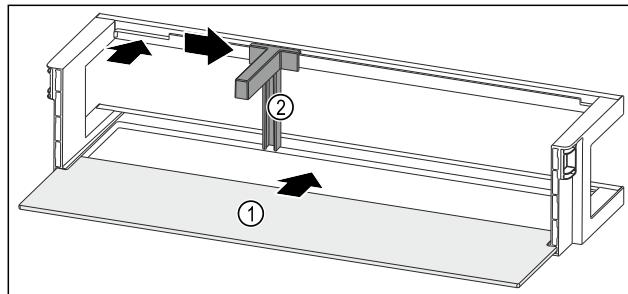

Fig. 119 Рафт на врата с рафт
- Вкарайте рафта Fig. 119 (1) в страничните прорези.
- Поставете препрата за бутилки Fig. 119 (2) в прореза.
- Пълзнете препрата за бутилки Fig. 119 (2) настрани до желаната позиция.